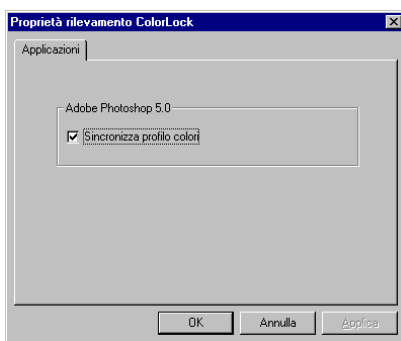

Figura 1-5 Finestra Proprietà rilevamento ColorLock (sincronizzazione attivata)
2. Selezionare la casella di controllo **Sincronizza profilo colori** in modo da visualizzare il segno di spunta, come illustrato nella figura 1-5 (per impostazione predefinita la casella di controllo non è selezionata).